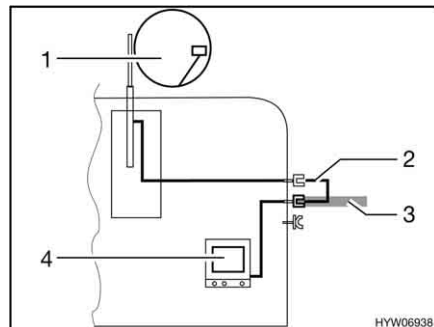

Fig. 179 TV en el vehículo
- TV en el vehículo (Fig. 179,4): Conexión a la antena del techo (Fig. 179,1) con el cable de conexión (Fig. 179,2)
- TV en el vehículo (Fig. 179,4): Conexión a antena externa (Fig. 179,3)